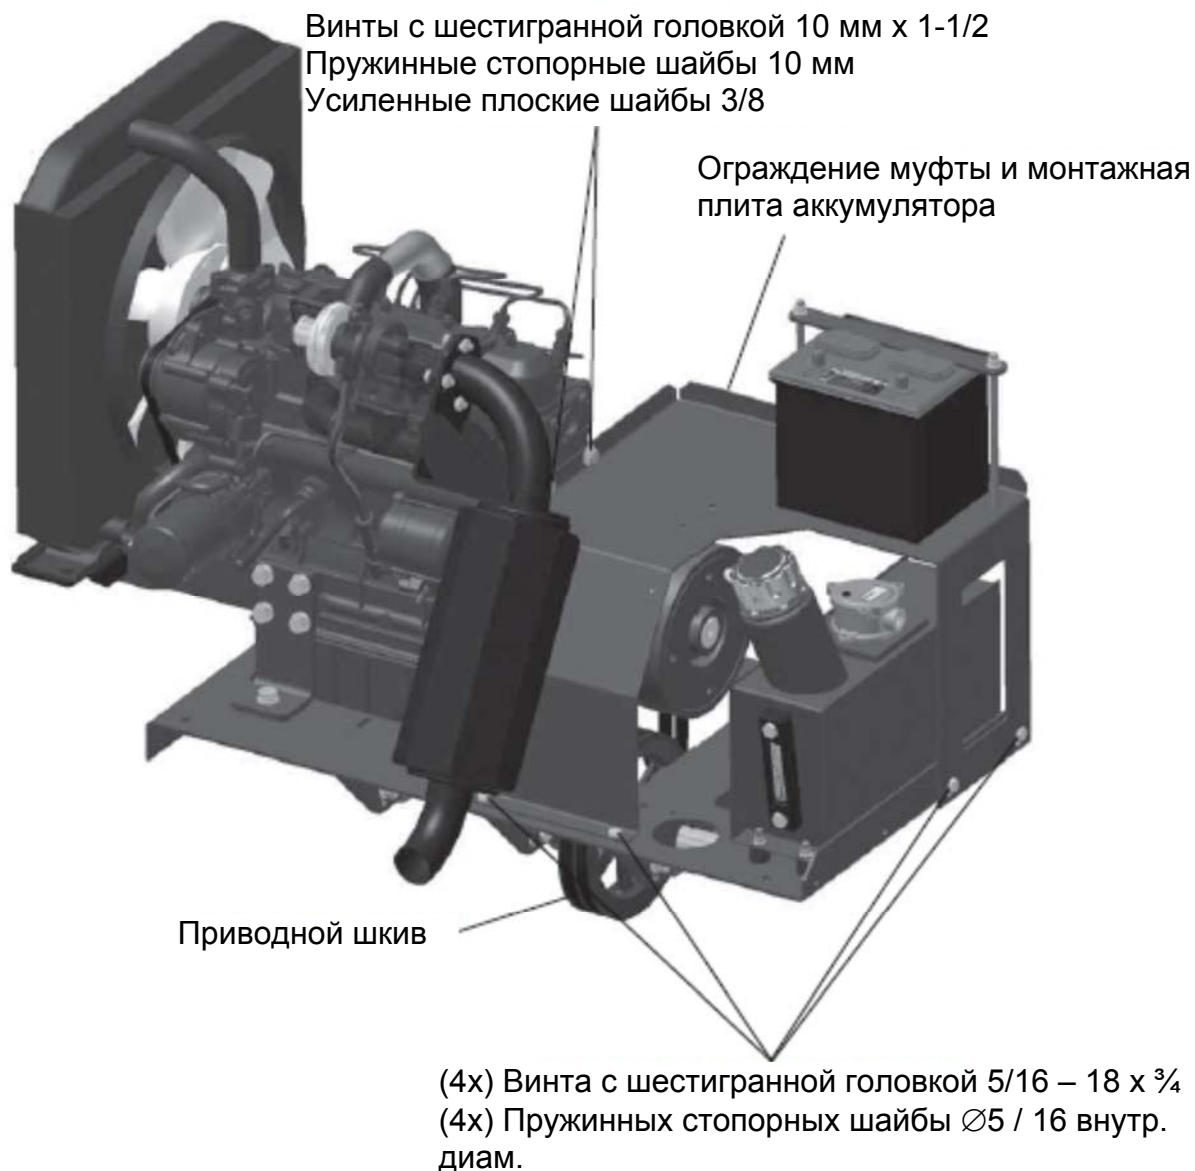

РИСУНОК 3.3.2: ЗАМЕНА РЕМНЯ
- 5) Отсоедините и снимите карданную муфту, удалив 4 винта с круглой головкой под торцевой ключ 1/4-20 x 3/4 и пружинные шайбы 1/4 на ступице приводного вала ближней к приводному шкиву. Смотри рисунок 3.3.2;